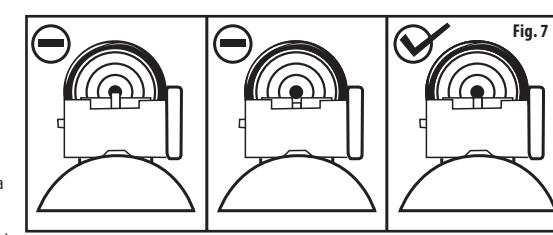

Fig. 7
1. Per i modelli con mire aperte, il fucile ad aria compressa mira in modo corretto quando la lama della mira anteriore è posizionata nella tacco della mira posteriore (Fig. 7).